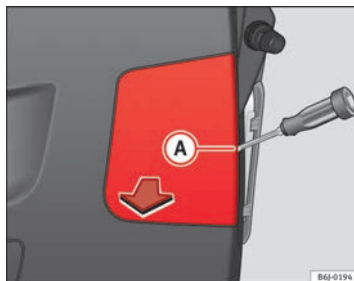

Fig. 171 Luci sul portellone
- Rimuovere la copertura con un cacciavite dalla punta piatta collocato nella scanalatura indicata **(A)** ⇒ fig. 171.